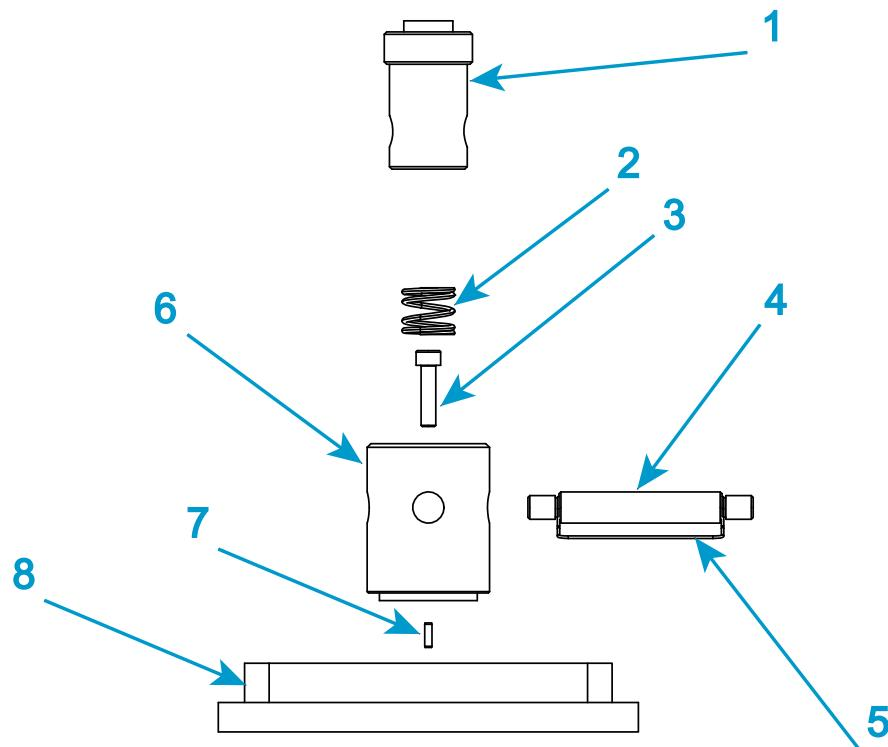

Figura 18. Adaptador de base tipo D
Leyenda de Figura 18
1. Solo se puede ver un pasador antirrotación en la Figura 18, porque el segundo pasador está alineado directamente detrás de él.